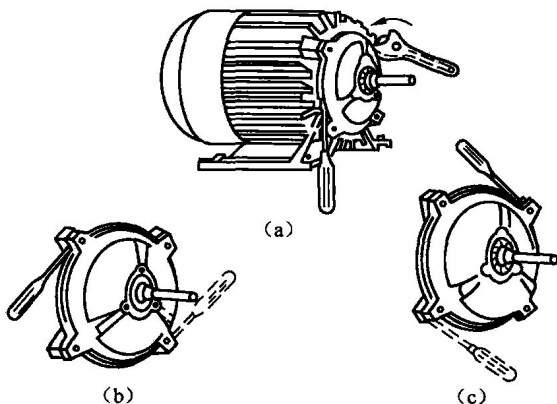

图 1.1.5 端盖的拆卸
(1) 在端盖与机座体之间打好记号（前后端盖的记号应有区别），便于装配时复位。
(2) 松开端盖上的紧固螺栓，用一个大小适宜的旋凿插入螺钉孔的根部，将端盖按对角线一先一后地向外反撬（也可用紫铜棒均匀敲打端盖上有脐的部位），把端盖取下，如图 1.1.5 所示。较大的电动机因端盖较重，应先把端盖用起重设备吊住，以免拆卸时端盖跌碎或碰伤绕组。